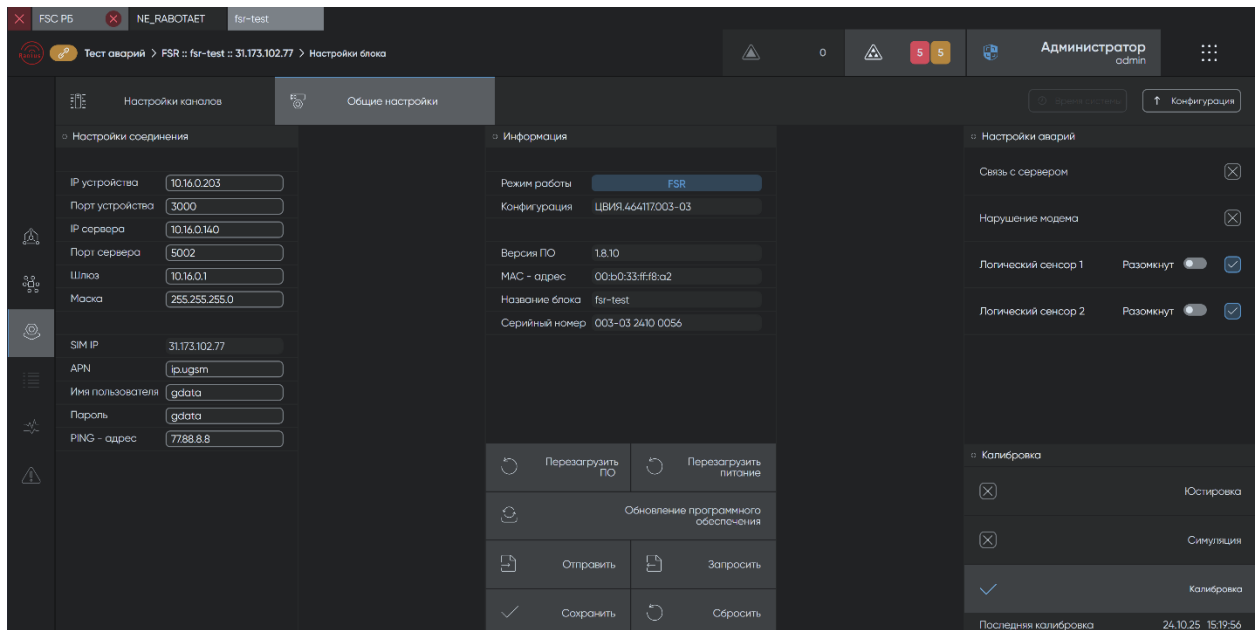

Рисунок 35 — Окно «Общие настройки»
– В окне **Общие настройки** (рисунок 35) в правой части окна находятся настройки следующих аварийных сообщений: